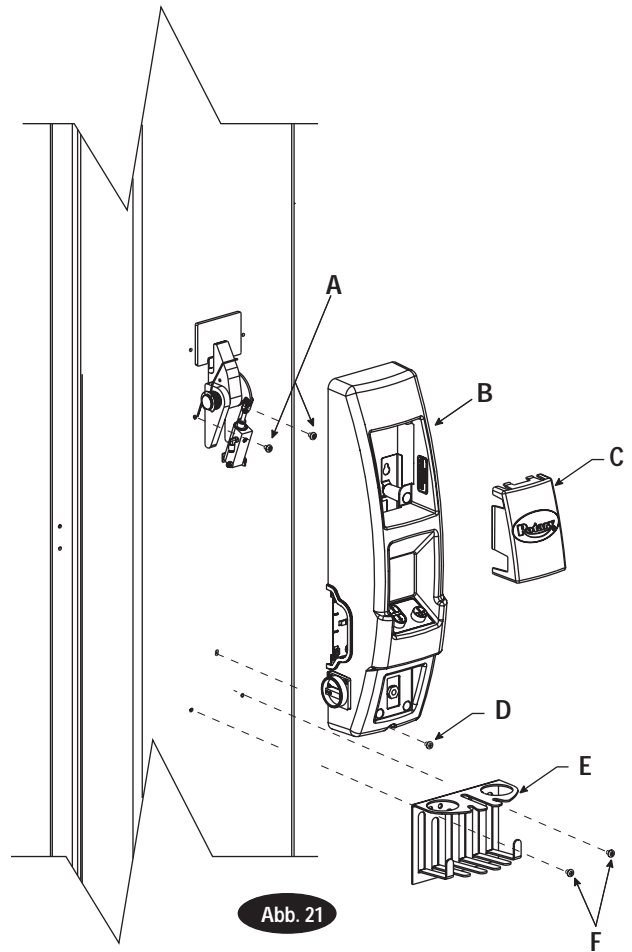

Abb. 21 Detail
Die Zugangsverkleidung von dem Nebenbedienfeld abnehmen, Abb. 21. (2) 5/16" -18NC x 3/8" PHMS in den Bohrungen auf jeder Seite der Sperrklinke einsetzen und dabei ca. 3 mm herausragen lassen, um das Bedienfeld zu halten. Das Nebenbedienfeld an den 5/16" -18NC x 3/8" -PHMS-Schrauben über die Sperrklinke an die Säule hängen und das Kabel des Magneten der Sperrklinke durch das Bedienfeld ziehen, Abb. 33. (1) 5/16" -18NC x 3/8" PHMS an der Unterseite des Nebenbedienfelds montieren. Zugangsverkleidung noch NICHT wieder am Bedienfeld anbringen. Sie wird erst in einem späteren Schritt wieder montiert.